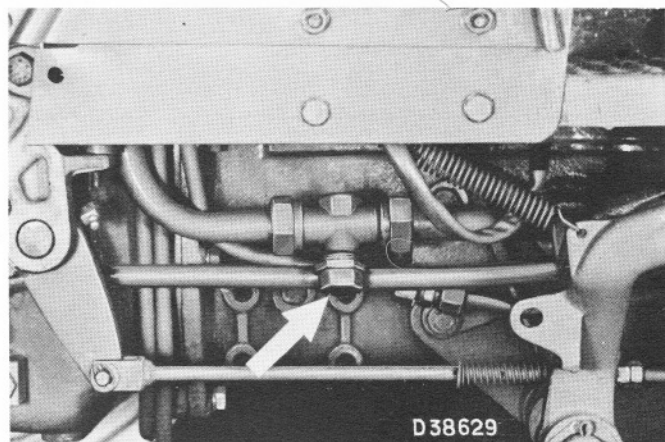

Figure 190 : Bouchon de vidange de l'huile du système hydraulique
S'il n'y a pas d'appareils de vidange disponibles, l'huile peut être vidangée par le raccord en T (voir flèche dans la fig. 190) mais il restera cependant un résidu d'huile (environ 2,5 cm) dans le réservoir :
- c) Arrêtez le moteur, desserrez le raccord en T (fig. 190) et vidangez l'huile du réservoir. Il est conseillé d'aspirer le résidu d'huile avec une tuyauterie.